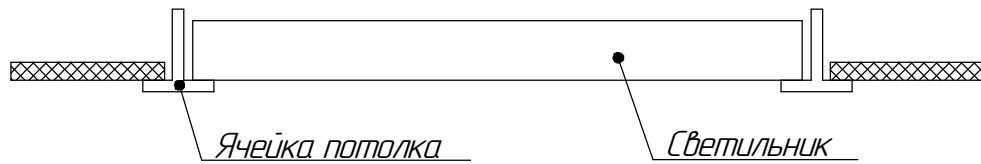

Рисунок 2 - Схема установки светильников
5.3 Установите светильник на опорную поверхность (см. рисунок 2).